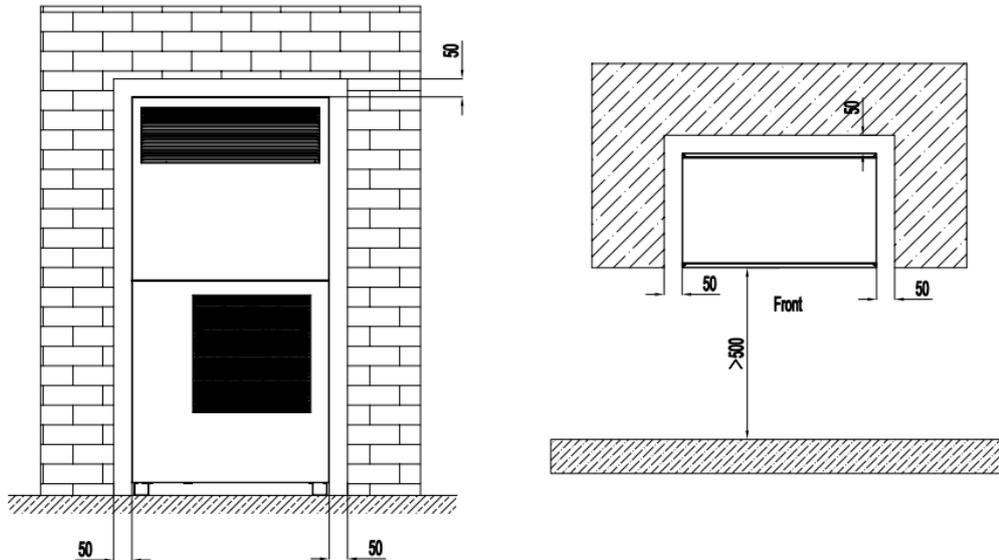

Fig.2
7. Prevedere lo spazio indicato in Fig.2, in modo che il flusso d'aria non sia bloccato. Inoltre, per un funzionamento efficiente, lasciare aperte tre delle quattro direzioni delle costruzioni periferiche.